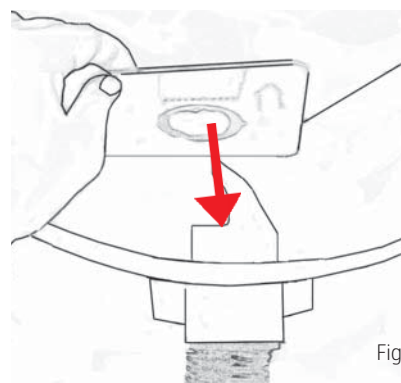

Fig. 24
1. Monter støvposen således at sporet i pappet passer med studsens hævede del. Drej posen lidt, så den hævede del holder posen på plads, fig. 24.